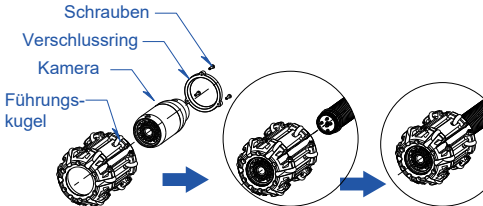

Abbildung 9. 72mm Führungskugel
1) Montage 72mm Führungskugel (Siehe Abb. 9)